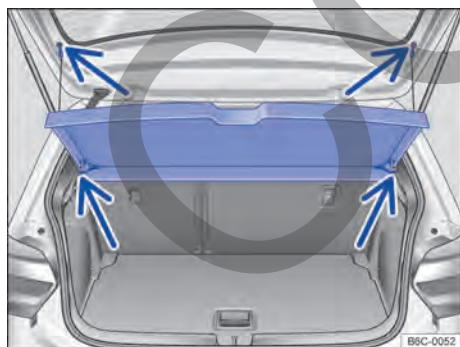

Fig. 148 En el maletero: desmontar y montar la bandeja trasera.
- Desprender los cordones de retención del soporte del portón trasero → **fig. 148** (flechas superiores).
- Retirar la bandeja trasera hacia atrás y hacia afuera de los soportes laterales → **fig. 148** (flechas inferiores).
- Empujar la bandeja trasera hacia adelante, introduciéndola en los soportes laterales → **fig. 148** (flechas inferiores).
- Encajar los cordones de retención en la portón trasero → **fig. 148** (flechas superiores).